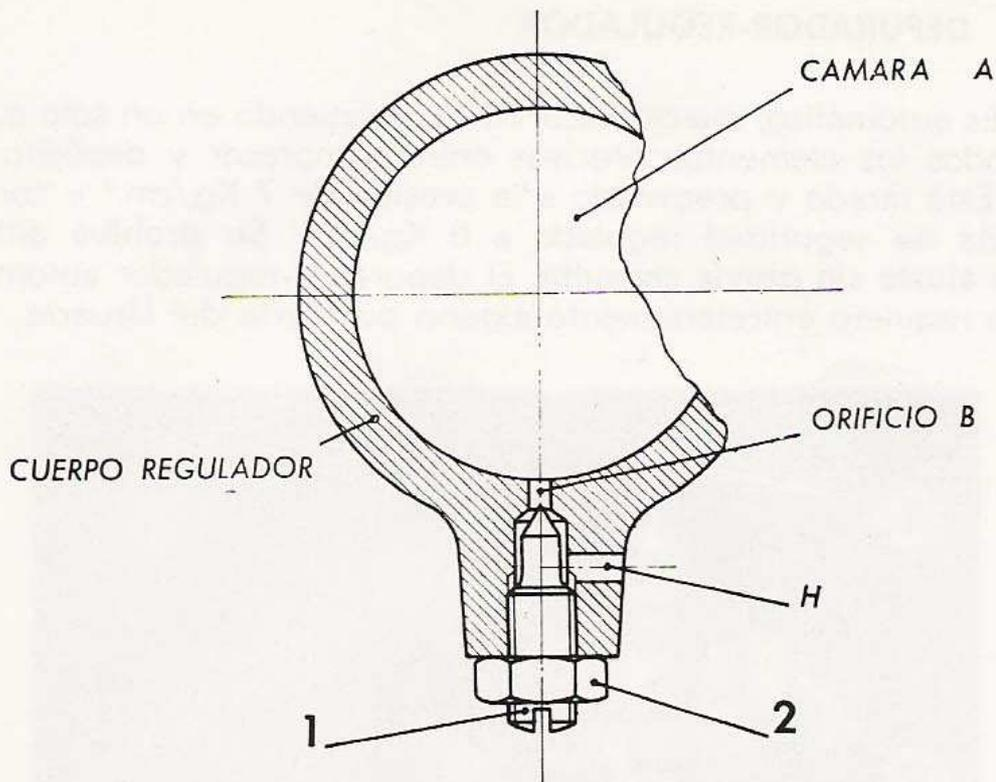

Fig. 11.2. - Detalle del tornillo regulador calibrado
Si el regulador automático no está a 7 Kg/cm^2 , sacar el precinto, aflojar la contratuerca, maniobrar el tornillo-regulador (1) (fig. 11.2) hacia la derecha o la izquierda, según interese aumentar o disminuir respectivamente la presión. Ya efectuado el ajuste, asegurar el tornillo con la contratuerca, y precintarlo nuevamente.